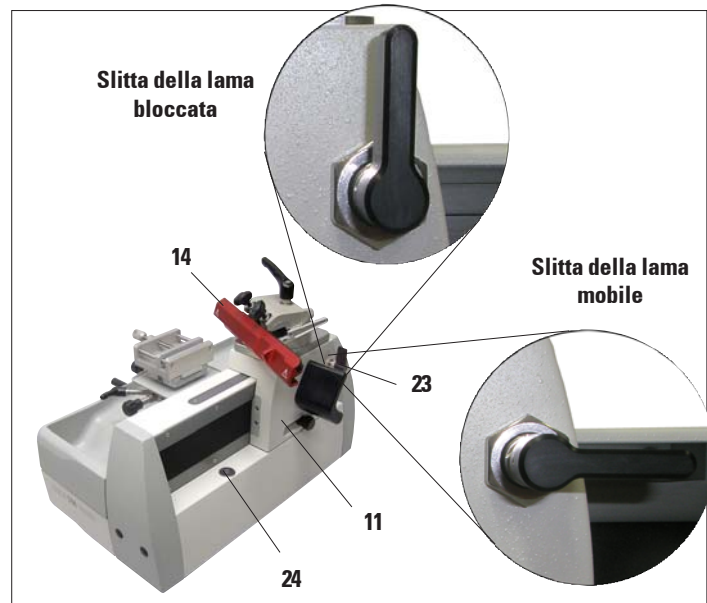

Figura 2
- Prima del trasporto, la slitta della lama deve essere bloccata con la leva a scatto (23, figura 2)!